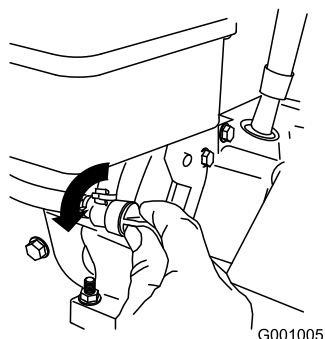

Bild 21
3. Drehen Sie den Kraftstoffhahn nach links, um ihn zu öffnen (Bild 21).